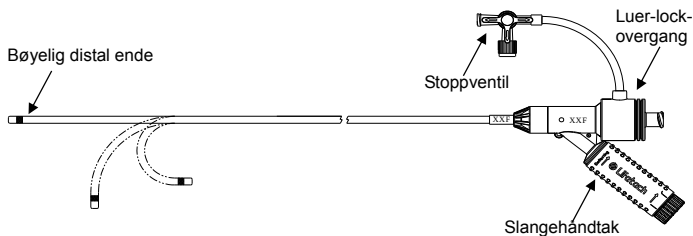
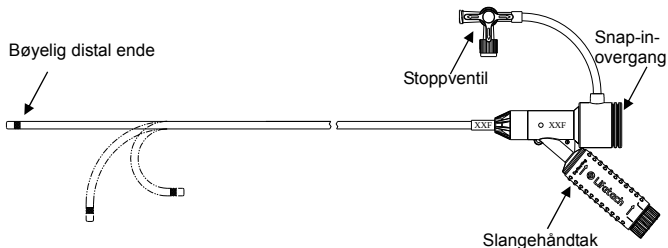

Fig. 1 Styrbar introduksjonsenhet (800-serien)
Fig. 2 Styrbar introduksjonsenhet (550/700/900-serien)
- 1) Bøyelig tupp (fig. 1 & fig. 2)